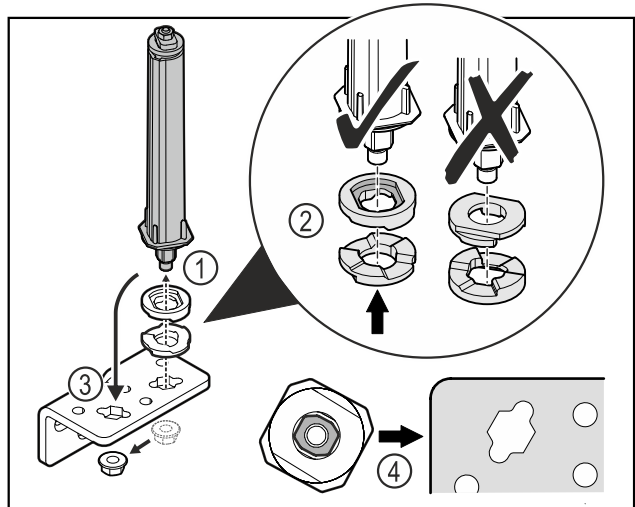

Fig. 36
- ▶ Avaa mutteri ja poista oven sulkuyksikkö Fig. 36 (1).
- ▶ Huomioi korkeudensäätölaattojen oikea kohdistus Fig. 36 (2).
- ▶ Aseta oven sulkuyksikkö saranakulmassa toiseen paikkaan ja kiinnitä mutterilla Fig. 36 (3).
- ▶ Huomioi oven sulkuyksikön oikea kohdistus paikalleen asettamisen yhteydessä Fig. 36 (4).